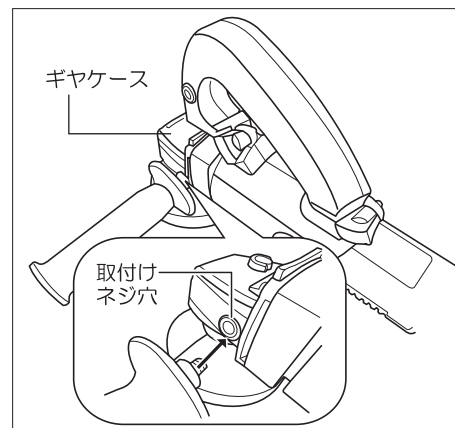

図7
- ①本体(SDG-100G)のギヤケース両側面にあるサイドハンドル取付けネジ穴いずれかに確実にねじ込んで締付けて下さい。(図7参照)